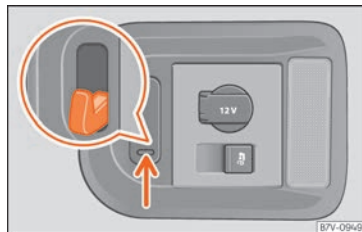

Fig. 176 Nel bagagliaio: ganci per borse.
Nella parte destra del bagagliaio sono disponibili alcuni ganci oscillanti per borse » » » fig. 176 ai quali si possono appendere borse leggere.
- Premere i ganci per borse verso il basso »» **fig. 176** (freccia) ed estenderli.